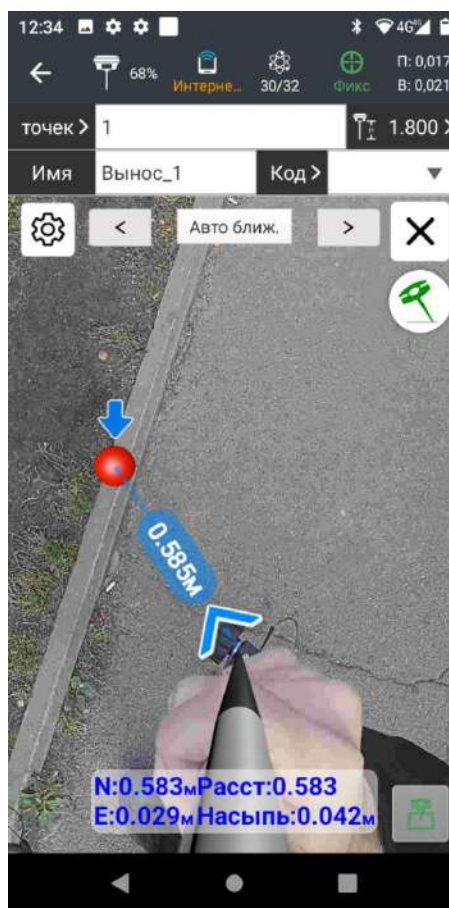

Рис. 2.68
4. По мере приближения к проектной точке активируется **нижняя камера приёмника**, на которой будет видно точку выноса и виртуальное наложение модели острия вехи (Рис. 2.68).